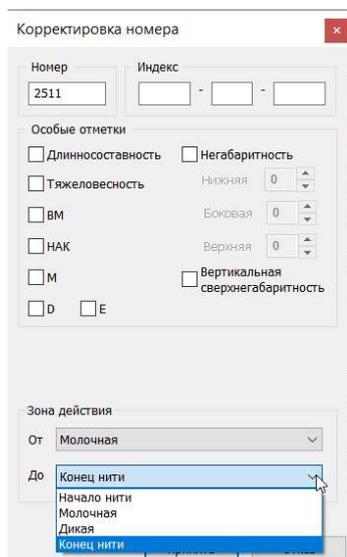

Рис.67. Выбор зоны действия нити.
4. В случае, если номер нити устанавливается не на всю нить можно определить зону действия номера нити в выпадающем списке, щелкнув указателем «мыши» по стрелке (рис. 67) Выбирается зона действия «От» и «ДО»